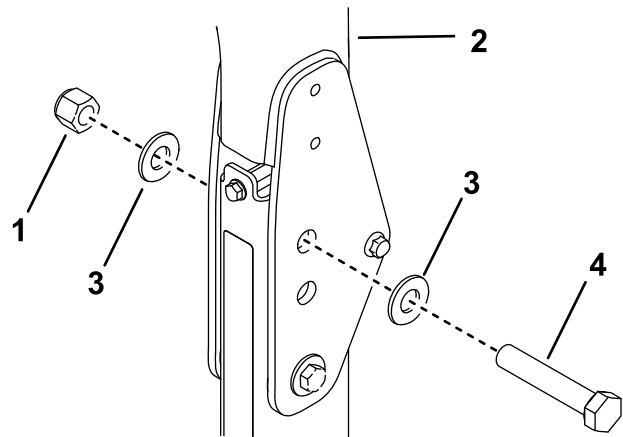

Figura 37
2. Insira uma anilha (13/16 pol. x 1½ pol.) em cada parafuso (¾ pol. x 4 pol.), como se mostra na Figura 37.
3. Nos furos de onde removeu os pinos, instale os parafusos e as anilhas (Figura 37).
4. Instale outra anilha em cada parafuso e prenda com porcas de ¾ pol. como se mostra na Figura 37.